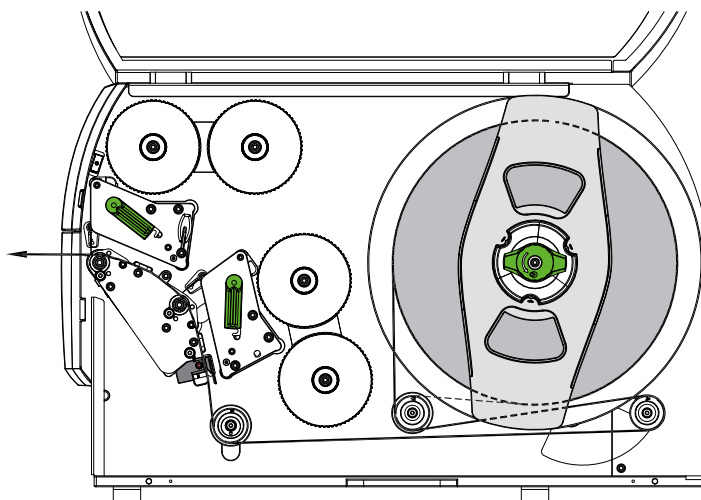

Figura 12 Rularea etichetei
2. Desfășurați banda de etichete de pe rolă și introduceți-o prin ambele unități de tipărire până la cilindrul de tipărire superior (2), așa cum se arată în figura 12. Linia punctată se aplică etichetelor înfășurate intern.